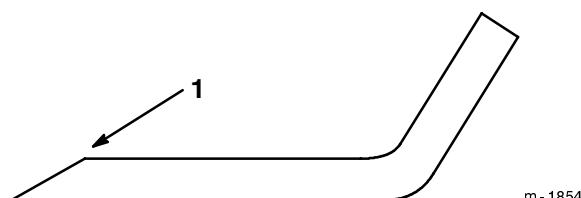

Figure 24
- Au moyen d'une lime, aiguissez les tranchants aux deux extrémités de la lame (Fig. 24) en veillant à conserver l'angle de coupe d'origine. Limez la même quantité de métal sur chacun des deux tranchants pour ne pas déséquilibrer la lame.